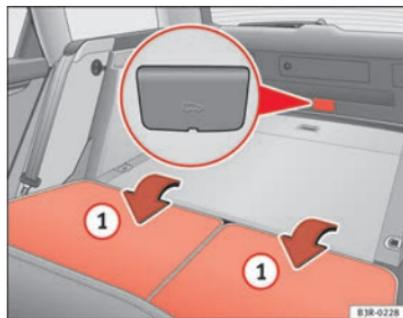

Abb. 75 Ausschnitt Fond- und Gepäckraum: Zugang zur Notentriegelung
- Legen Sie beide Rücksitzlehnen um ① ⇒ Abb. 75.